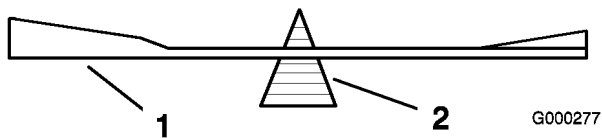
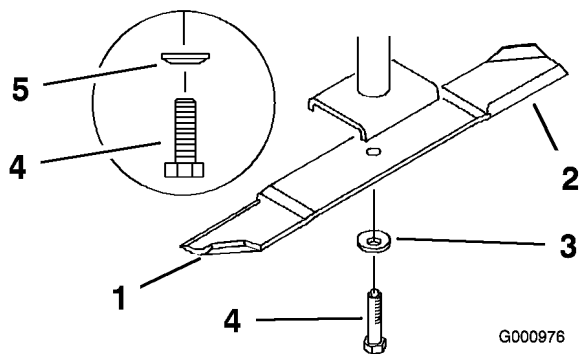

Figure 67
Figure 68
2. Retirez de l'axe le boulon, la rondelle élastique et la lame (Figure 68).
2. Vérifiez l'équilibre de la lame en la plaçant sur un équilibre (Figure 67). Si la lame reste horizontale, elle est équilibrée et peut être utilisée. Si la lame est déséquilibrée, limez un peu l'extrémité de la partie incurvée seulement (Figure 68). Répétez la procédure jusqu'à ce que la lame soit équilibrée.
- Placez la lame sur l'axe (Figure 68).
- Installez la rondelle élastique et le boulon de la lame. Le cône de la rondelle élastique doit être dirigé vers la tête du boulon (Figure 68). Serrez le boulon à 115-150 Nm.